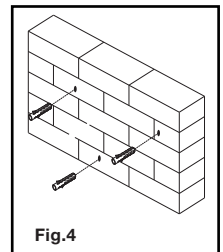

Fig.4
4. Inserte un Anclaje para concreto (C) en cada orificio de manera que quede al ras con la superficie de concreto (Ver Fig.4). Puede utilizar un martillo para golpear suavemente los anclajes en su posición, de ser necesario.